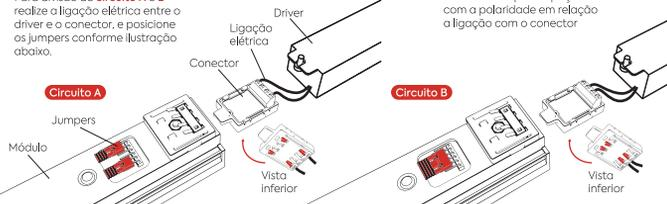

**Fig. 2**
3. Encaixe o módulo no perfil da linha **Do-it** até ficar preso sob pressão no perfil (fig. 2).